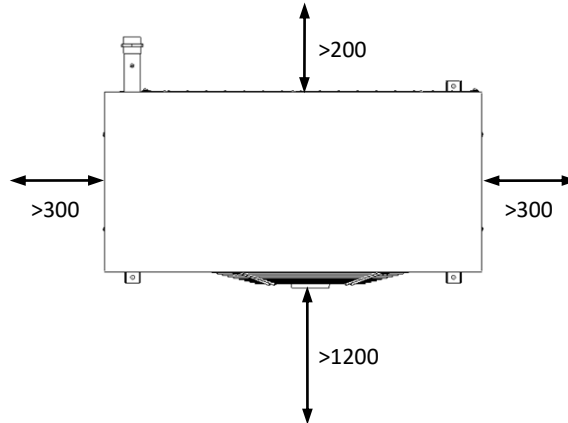

Abb. 2.3. Empfohlene Mindestfreiräume um die Einheit AU12 (Angabe in mm).
- Nicht versuchen, die Ein- oder Auslassluft der Einheit AU12 zu lenken. Die Einheit AU12 muss im Freien ohne Leitungen jeder Art und unter Einhaltung der angegebenen Mindestabstände in den Abb. 2.3 und 2.4 installiert werden.